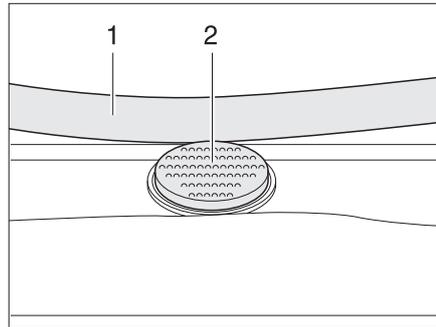

Fig. 44 Bouton de sûreté sur le lanterneau Heki
- Appuyer sur le bouton de sûreté (Fig. 44,2) et tirer l'étrier (Fig. 44,1) vers le bas avec les deux mains.
- Pousser l'étrier vers le haut avec les deux mains jusqu'à ce que ce dernier se trouve au-dessus du bouton de sûreté (Fig. 44,2).